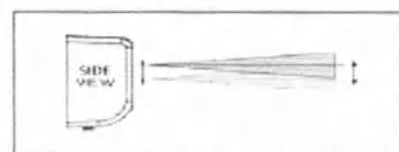

Рисунок 3-10 – Вертикальная плоскостная регулировка
6. При необходимости используйте кнопку «Точная вертикальная плоскостная регулировка», как показано на рисунке 3-5 – Пульт дистанционного управления Micro+ для регулировки лазера (см. рисунок 3-10 – Вертикальная плоскостная регулировка).